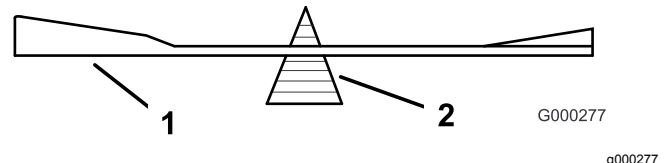

Bild 96
2. Prüfen Sie die Auswuchtung des Schnittmessers auf einer Ausgleichsmaschine (Bild 96).